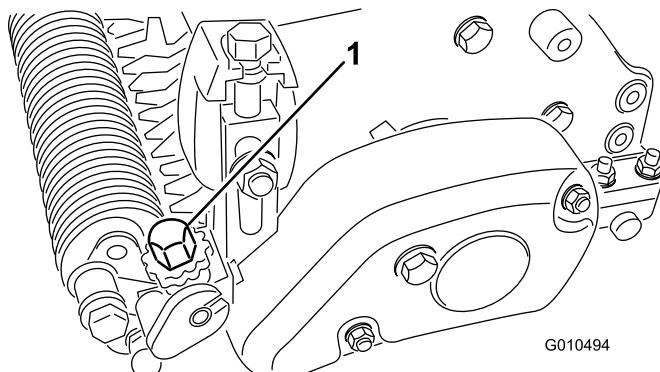

Figure 25
6. Tournez le bouton de réglage de hauteur du groomer pour éléver ou abaisser la pointe de la lame à la hauteur voulue (Figure 25).